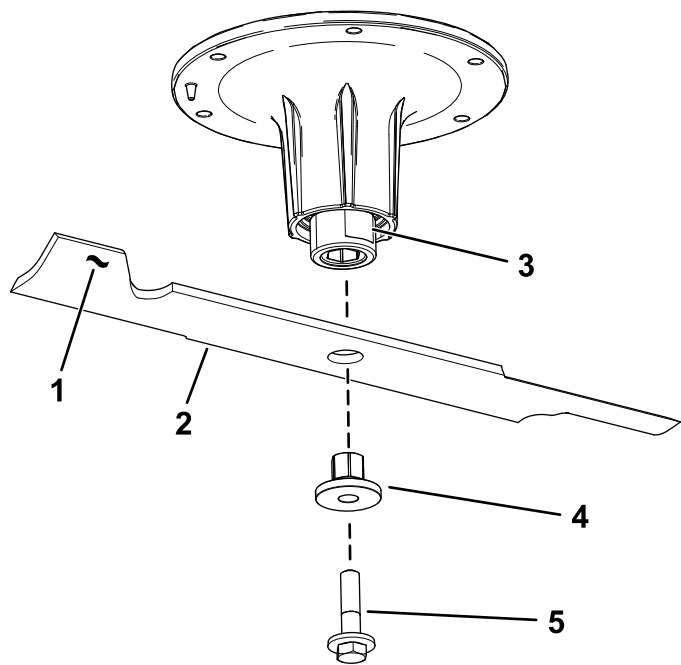

Figura 81
2. Retire el perno de la cuchilla, el casquillo y la cuchilla del eje (**Figura 81**).